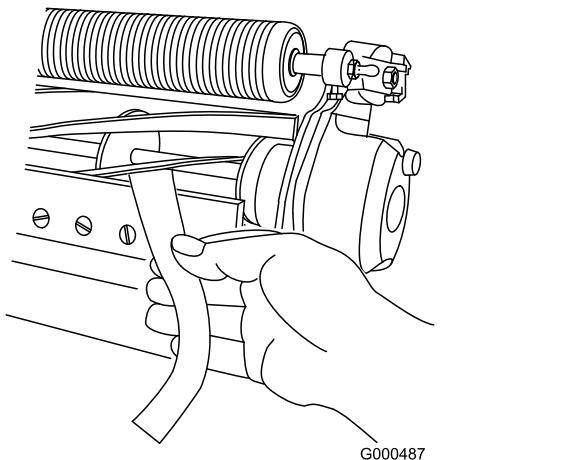

Figura 11
- B. Inserite una lunga striscia di carta per la verifica delle prestazioni di taglio tra il cilindro e la controlama, perpendicolarmente alla controlama (**Figura 11**), quindi **lentamente** ruotate il cilindro in avanti: dovrebbe tagliare la carta; se ciò non avviene, ripetete i passaggi A e B fino a quando non succede.
11. Inserite una lunga striscia di carta di verifica del taglio (n. cat. Toro 125-5610) tra il cilindro e la controlama, perpendicolarmente alla controlama (Figura 11), poi ruotate **lentamente** il cilindro in avanti: dovrebbe tagliare la carta; in caso contrario, ruotate ciascun bullone di regolazione della barra di appoggio in senso orario di uno scatto e ripetete questo passaggio finché la carta non viene tagliata.